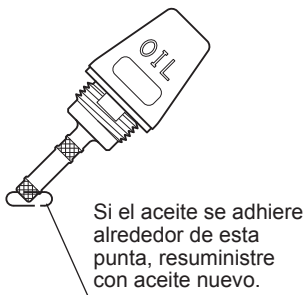
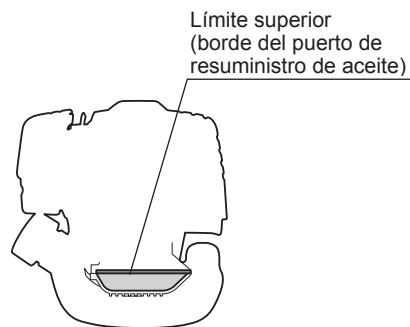

Fig. 1
Fig. 2
Cuando el aceite sea escaso de tal forma que sólo la punta del medidor de aceite haga contacto con el aceite, especialmente cuando el medidor del aceite se encuentra insertado en el cárter sin estar atornillado (Fig. 1), resuministre con aceite nuevo a través del puerto (Fig. 2).
(1) Mantenga el nivel de aceite y retire el medidor de aceite.
(2) Llène de aceite hasta el borde del puerto de resuministro de aceite (consulte la Fig. 2).